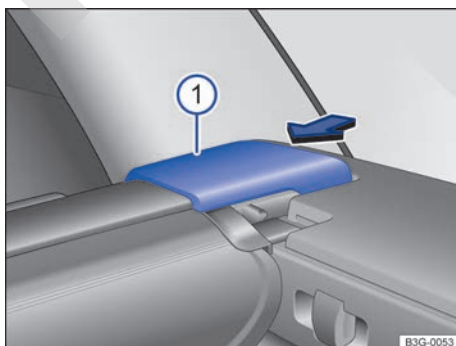

Fig. 125 En el maletero: desmontar la cubierta del maletero.
- Empuje la tapa de la cubierta → fig. 125 ⓘ en el sentido de la flecha y manténgala en esa posición.
- Suelte la tapa de la cubierta → fig. 125 ⓘ.
- Presione la tapa de la cubierta → fig. 125 ⓘ en el sentido de la flecha y manténgala en esa posición.
- Coloque la cubierta en el alojamiento derecho tal y como se muestra → fig. 125.